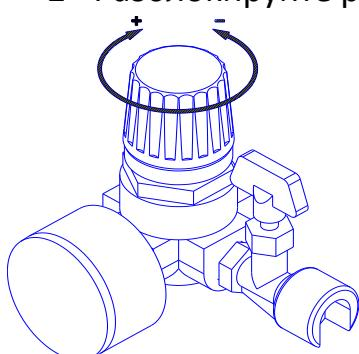

Рисунок 8
7.3.1 Настройка давления в подсоединеных пневматических инструментах регулятором давления осуществляется следующим образом (см. рисунок 8):